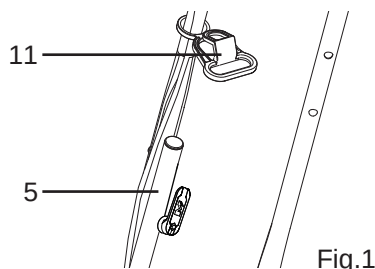

Fig.1
- > Enfilez le détendeur de câble (11) sur le guidon (5) (Fig.1).